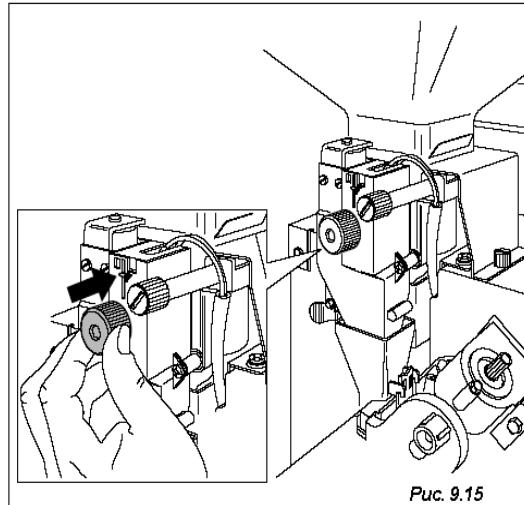

Рис. 9.15
- Изменение веса порции молотого кофе: производится с помощью регулятора на измерительном устройстве (Рис. 9.15).
Вес порции можно контролировать по контрольным меткам на корпусе измерительного устройства (см. Рис. 9.15).